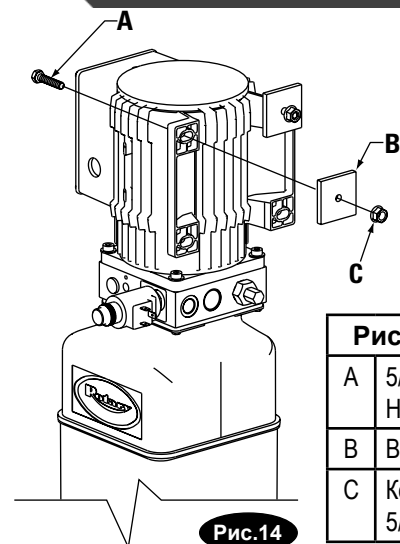

Рис.14- сборочные части
Вставьте (2) ННCS-болта 5/16"-18NC x 1-1/2" ННCS через верхние отверстия в кронштейне силового блока, используя вибрационную подкладку для удерживания на месте, см. рис. 14. Установите фиксирующие гайки с буртиком 5/16"-18NC так, чтобы конец болта был выровнен с концом гайки. Установите силовой блок на удлинитель стойки, см. рис. 15. Вдвиньте комплект болт/гайка в верхнюю группу отверстий и вниз до нижней части прорези. Установите ННCS, вибрационную подкладку и ННCS с буртиком в нижние отверстия силового блока и затяните крепления. (не забудьте поместить вибрационную подкладку между силовым блоком и удлинителем стойки). Затяните верхний болт ННCS и гайку. Установите и закрутите ручную штыревой удлинитель на насос до герметизации O-образного кольца, см. рис. 16. Продолжите затягивание контргайки до усилия 14 - 20 Н-м (1,4 - 2,1 кг-м), либо до вкручивания гайки и шайбы до трубной обвязки насоса.